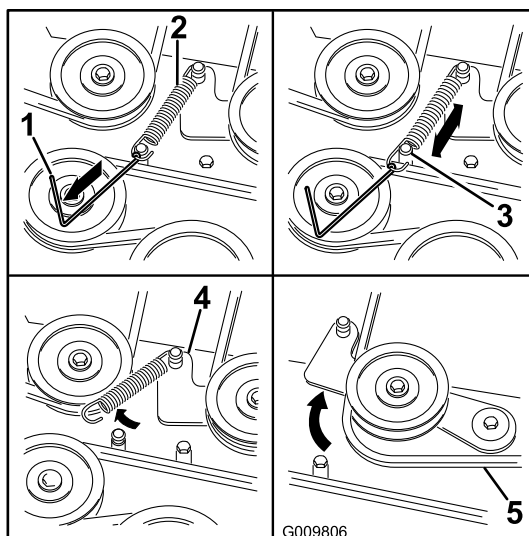

Figura 59
8. Servendovi di un attrezzo per la rimozione delle molle (n. cat. Toro 92-5771), sganciate la molla di rinvio dal perno del piatto di taglio per eliminare la tensione dalla puleggia tendicinghia (Figura 59).
11. Montate la nuova cinghia attorno alle pulegge del tosaerba e alla puleggia della frizione, sotto il motore (Figura 59).
12. Servendovi di un attrezzo per la rimozione delle molle (n. cat. Toro 92-5771), agganciate la molla di rinvio al perno del piatto di taglio per mettere in tensione la puleggia tendicinghia e la cinghia (Figura 59).